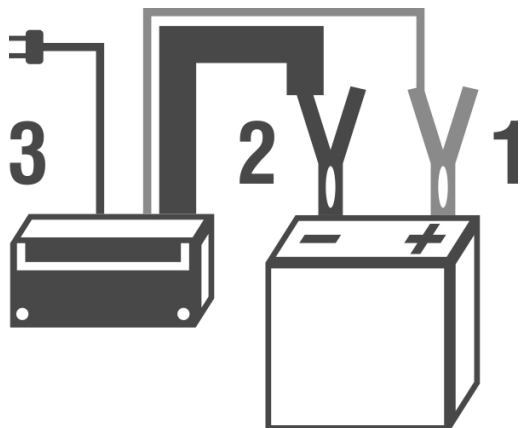

Fig. 3 – Secuencia para conectar el cargador en la batería
- 1 - Conecte la garra roja del cargador en el polo positivo de la batería (posición 1 de la Fig. 3);
- 2 - Conecte la garra negra del cargador en el polo negativo de la batería (posición 2 de la Fig. 3);
- 10 - Desconecte la garra negra del polo negativo de la batería (posición 2, Fig. 3);
- 11 - Desconecte la garra roja del polo positivo de la batería (posición 1, Fig. 3);
3 - Conecte el enchufe del cargador en la toma (posición 3 de la Fig. 3);